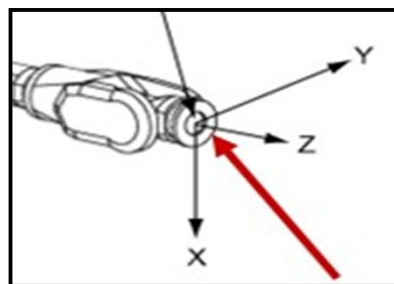

图1
- μ 图1为系统默认的工具坐标系tool 0，TCP为第6轴的中心点，与机器人基坐标方向一致。